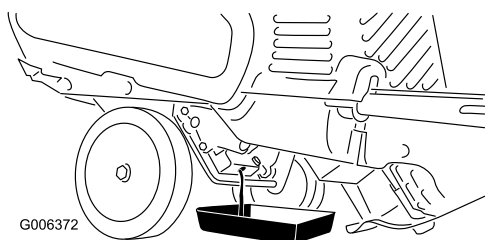

Figure 29
3. Placez un bac de vidange sous le bouchon de vidange et retirez le bouchon ; basculez la machine en arrière et laissez l'huile usagée s'écouler dans le bac de vidange (Figure 29).